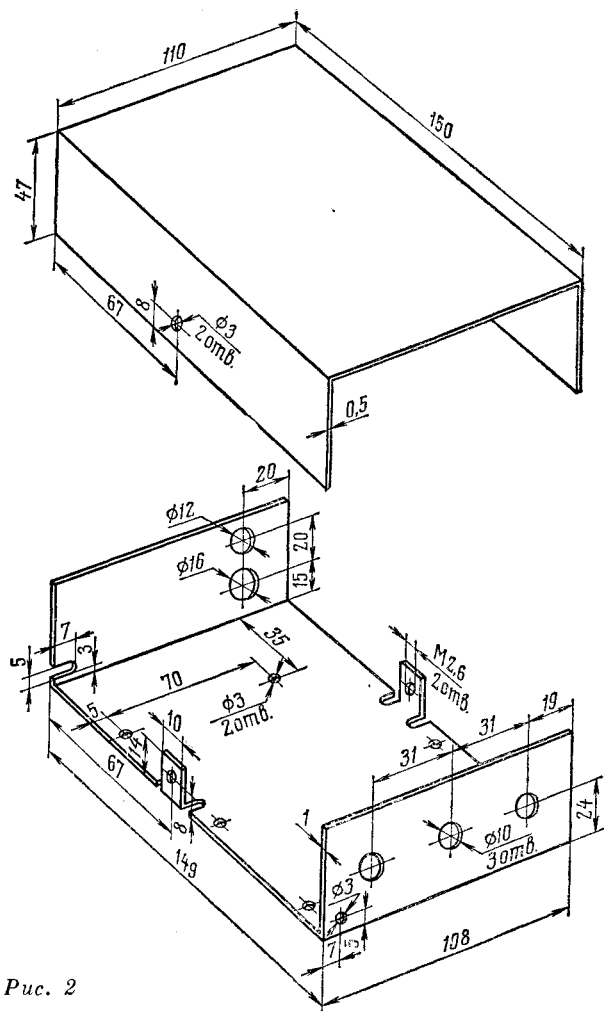

Рис. 2
Детали усилителя, кроме деталей входных цепей, смонтированы на печатной плате размерами 105×40 мм (см. вкладку), изготовленной из фольгированного стеклотекстолита (можно гетинакса). На плате детали размещены вертикально. Монтажная плата, детали входных и выходных цепей каналов усилителя, а также батарея и выключатель питания размещены в диэлектрическом корпусе, окрашенном снаружи серой нитрозмалью. Чертежи деталей корпуса показаны на рис. 2. Резисторы $R2$, $R3$, $R16$, $R17$ и конденсаторы $C1$, $C2$, $C13$, $C7$, $C8$, $C14$ смонтированы непосредственно на переменных резисторах $R1$, $R4$, $R15$ и $R18$. Соединение входа усилителя со звукоусилителем осуществляется экранированным кабелем со штепсельной частью трехконтактного разъема на конце (см. фото в заголовке статьи).
Оси 18 и 22 (для роликов 1 и шкива 12 (13) соответственно) изготовлены из стального прутка диаметром 3 мм. На их нижних (по рисунку) концах нарезана резьба М3 на длину 6—6,5 мм. На верхней 21 и нижней 24 панелей (рис. 2) оси закреплены с помощью гаек 20 (М3). Материал осей 25 и 29 (для шкивов 6 (16) и 9) — стальной пруток диаметром 5 мм. Эти оси закреплены на нижней панели с помощью гаек 28 (М5). Необходимое взаимное положение шкивов и роликов по высоте устанавливают шайбами 19, 23, 26 и втулками 27 и 30.